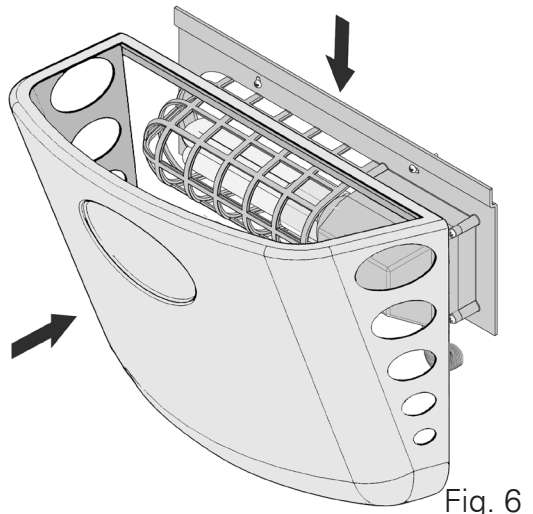

Fig. 6
9. Montare il coperchio (con la carta collante) inserendo il ciglio superiore nell'incavo del supporto a muro (fig. 6).
9. Mount the cover (with the sticking paper) into the bracket, taking care to slide the upper rim of the cover into the upper lip of the bracket (fig. 6).